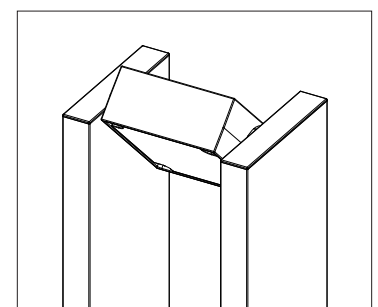

Fig. 2
**NOTA:** La dirección de la luz puede ajustarse según sea necesario hasta 45° con respecto al ajuste de fábrica (ver Fig. 2).